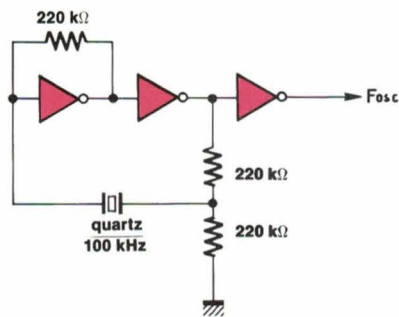

Fig. 7. – Oscillateur à quartz.
– **Oscillateur à quartz** : C'est un montage utilisant un 74 C 04 et un quartz à 100 kHz suivant le circuit de la figure 7. Il fournit des signaux rectangulaires à la sortie du 74 C 04 qui attaquent directement les compteurs 74 C 161.